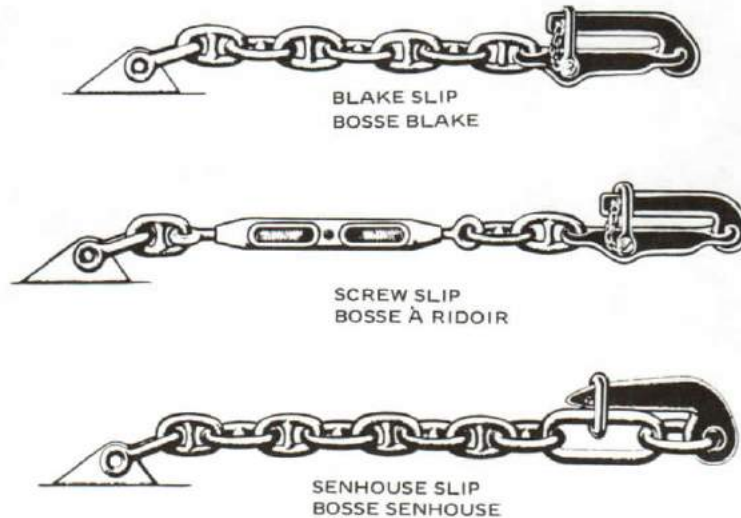

Figure 11-65
19. The Blake slip consists of a length of chain, one end of which is shackled to a deck clench. The other end is fitted with a slip as shown in Figure 11-65. The slip fits across a link of the cable and the tongue of the slip is secured in place by a link and a pin.
19. La bosse Blake se compose d'une longueur de chaîne dont une extrémité est manillée à un taquet de pont. L'autre extrémité est équipée d'une étalingure comme le montre la figure 11-65. Cette étalingure se fixe sur une maille de la chaîne. Le doigt d'étalingure est retenu en place par une manille et une clavette.